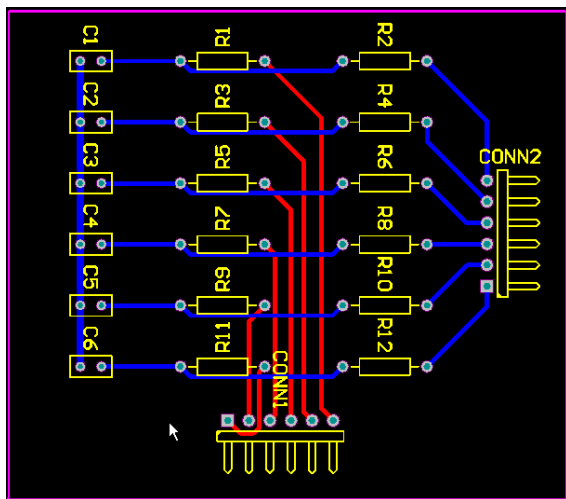

图11-51 重新对齐元件的标号
(5) 按“OK”按钮，每个元件的标号就自动在每个元件的中上方的位置上，如图11-51所示。
(6) 把图11-51的元件标号统一旋转成水平方向的。打开“PCB Filter”面板，在“Find items matching these criteria:”栏，输入“IsDesignator”语句，按“Apply”按钮，选中PCB板上所有元件的标号。